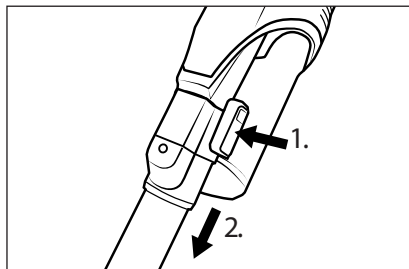

Fig. 11
- ♦ Para desmontar el tubo de aspiración **23** del aparato, mantenga pulsado el botón de desencastre del tubo de aspiración **24** y tire del tubo de aspiración **23** para extraerlo del orificio de aspiración del aparato (consulte la fig. 11).